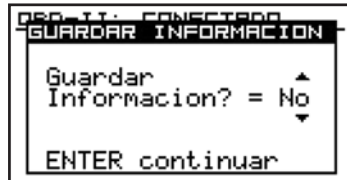
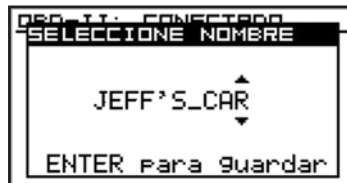

Fig.31
Fig.32
4. Tras un análisis exitoso, le preguntará si desea guardar la información obtenida (Fig.31), seguido de un resumen (Fig.30).
Después de un análisis completo de su vehículo, la información obtenida y la configuración del vehículo pueden ser guardadas para su uso posterior (Fig.31). Asígnele un nombre que le permita identificar esta información cuando la necesite en el futuro (Fig.32). Usted podrá escoger un nombre que tenga un máximo de 10 caracteres. Para acceder a la información guardada consulte la sección “Ver información OBD-II” en este manual.
1. La pantalla de Resumen de Información (Fig.31) muestra si el indicador luminoso está encendido, el número de códigos de falla detectados y el estado de pruebas de monitores.